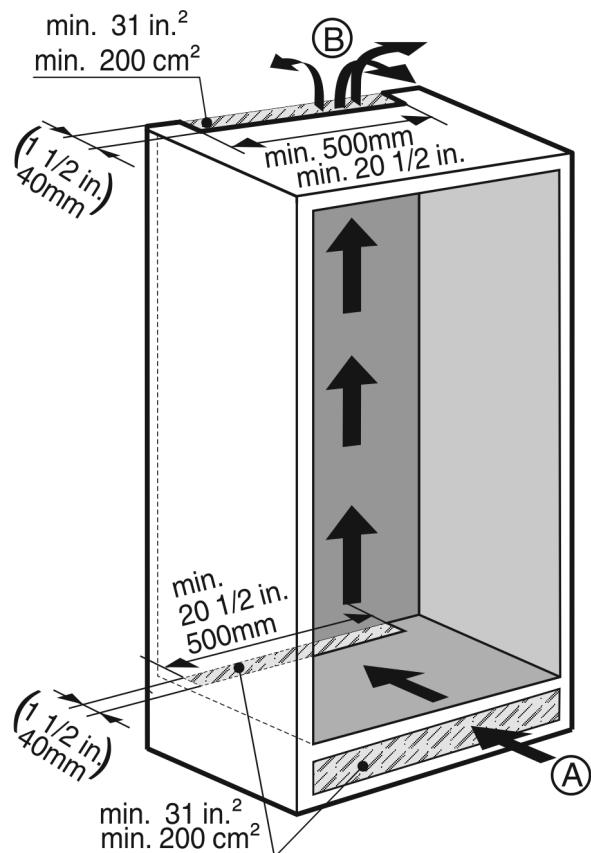

Fig. 5
- Debe haber disponible una sección de ventilación adecuada de al menos  $31 \text{ in}^2$  ( $200 \text{ cm}^2$ ) por cada aparato en la toma de aire Fig. 5 (A) y la toma de aire Fig. 5 (B).